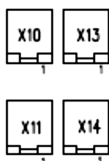

Fig. 29
6. Vælg de to ledige tilslutninger på kortet til tilslutning af de nye batterier (X10 og X13 eller X11 og X14, Fig. 29).